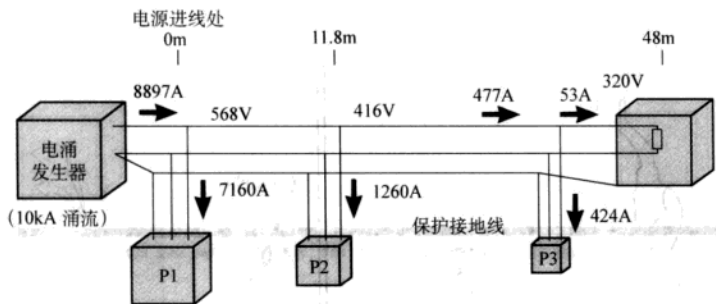

图 2
3) 在建筑物进线处、分配电箱处和就地配电箱处分别装设电涌保护器，完善的区段保护可对外部电涌和内部电涌提供完善的保护。这可用图 2 来说明，P1 分流了 80% 的涌流，P2 又分流了 14%，这样，在 P3 处只分流了 424A，并将设备处产生的电压限制到仅有 320V。显然，对电涌保护这样的安排，可将负载处产生的电压抑制到最低，因为它具有三道防护。最后一道防护只承受很小的瞬态涌流，它的容量小、价格低。